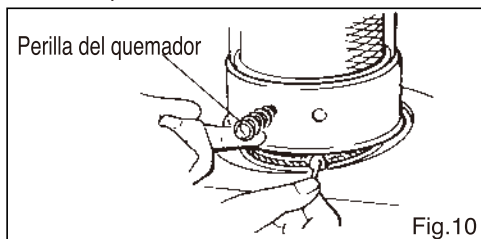

Fig.10
- Todo alambre de encendido cortado o pila agotada se debe reemplazar por un repuesto nuevo. Si se utiliza un fósforo o cerilla, abra la protección y la luz según se aprecia en la ilustración (Fig.10).